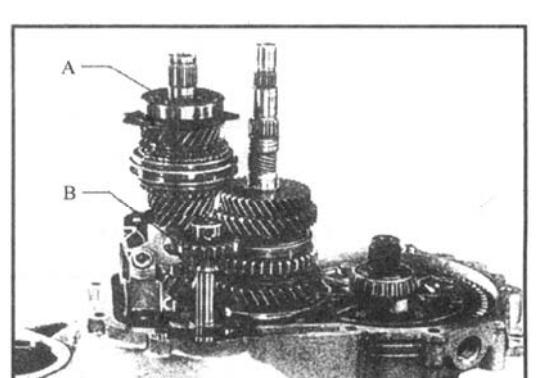

图 4-27 拆卸变速器 (十八)
(18) 拿出输入轴 A 总成，拿出时注意倒档齿轮 B 不要位于档位上，如图 4-27 所示。